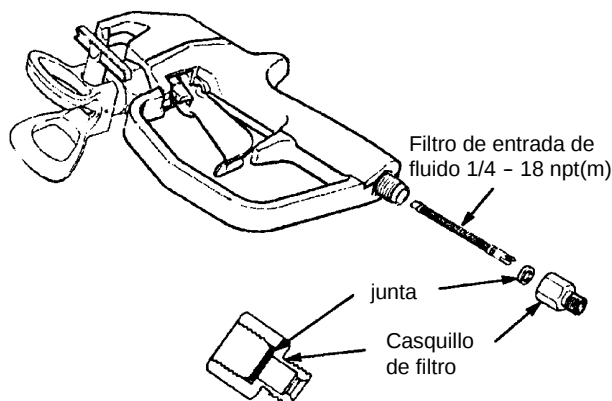

Fig. 1
1. Esta pistola incluye un filtro de entrada adaptado a la pintura de látex. Ver sección ACCESORIOS en la página 7, para pedir un filtro para pintura de esmalte/tinte. Para instalarlo, desenroscar el casquillo del filtro. Empujar el filtro en el tubo de fluido. Volver a colocar la junta con los rebordes hacia la pistola. Volver a colocar el casquillo y apretarlo con una llave. Ver Fig. 1.